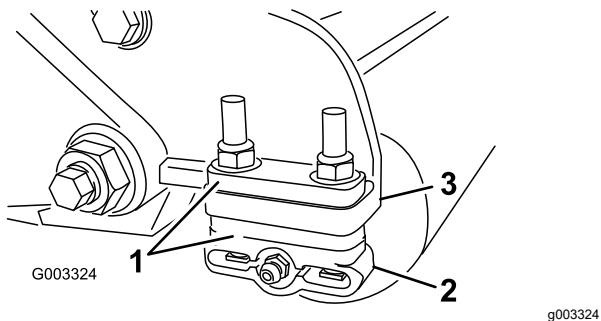

Figura 12
1. Regolate le staffe del rullo posteriore (Figura 12) in base all'altezza di taglio desiderata posizionando il numero di distanziali necessari sotto la flangia di montaggio della piastra laterale (Figura 12) conformemente a Tabelle di selezione altezza di taglio e controlama \(pagina 13\).